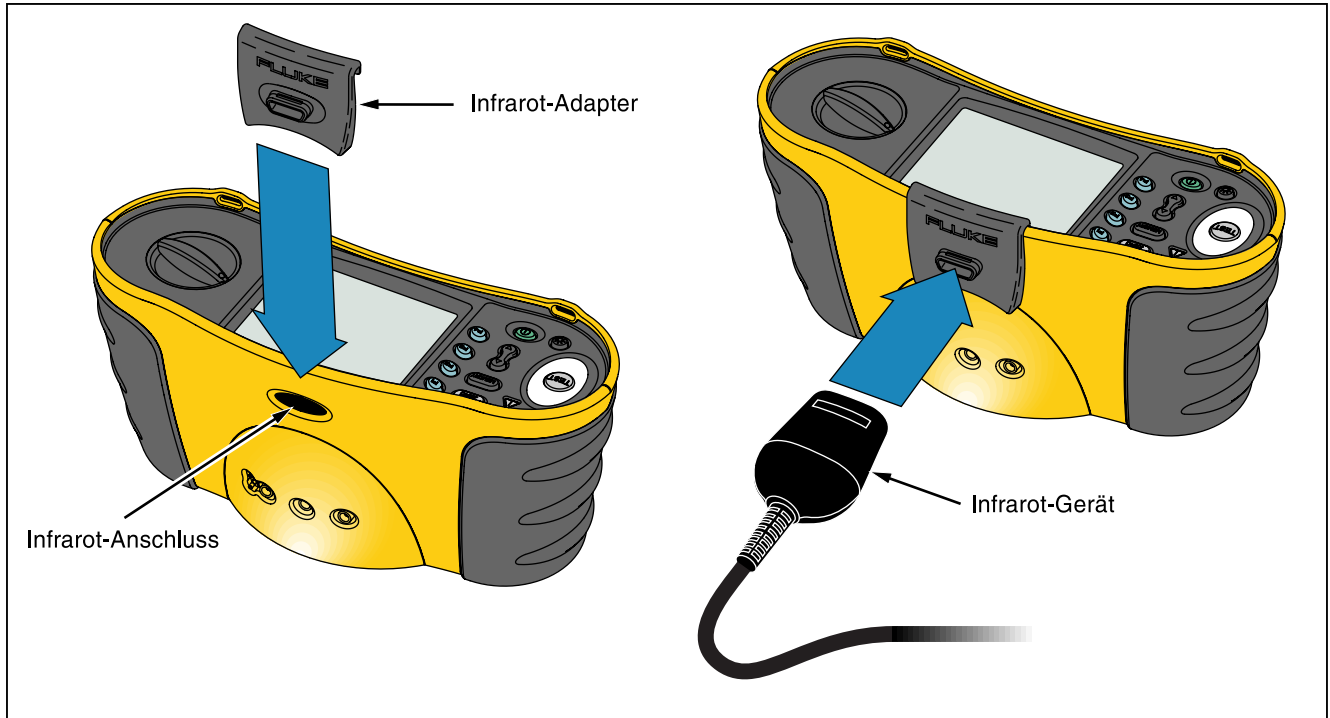

Abbildung 22. Anbringen des Infrarot-Adapter
2. Den IR-Adapter und das Gerät an das Testgerät anschließen, siehe Abbildung 22. Sicherstellen, dass der IR-Adapter mit dem IR-Anschluss am Testgerät ausgerichtet ist.